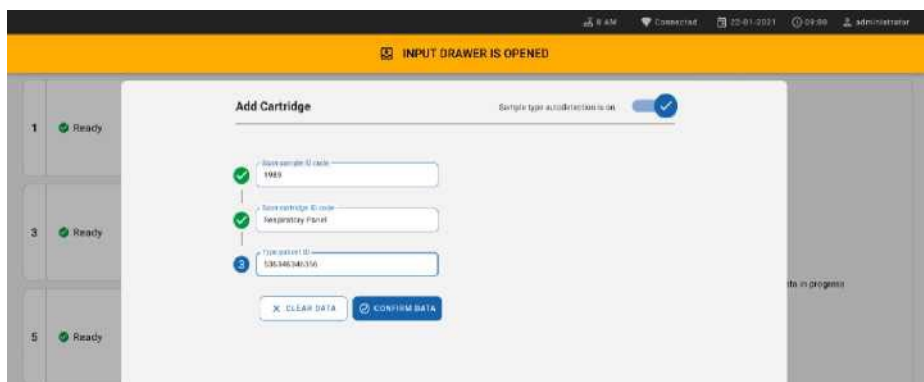

Рис. 58. Ввод идентификатора пациента
9. Введите идентификатор пациента (идентификатор пациента должен быть установлен на «ON»), затем подтвердите данные (рис. 58).